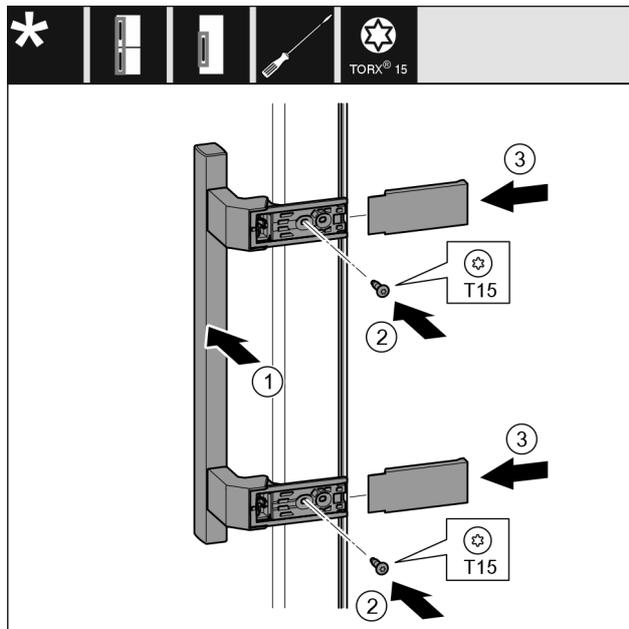

Fig. 41
- ▶ Установите ручку Fig. 41 (1) на противоположной стороне.
- ▶ Затяните винты Fig. 41 (2) отверткой.
- ▶ Установите крышки Fig. 41 (3) сбоку и надвиньте их.